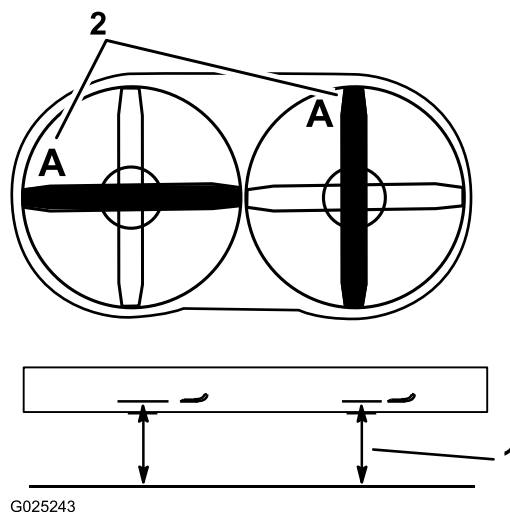

Figure 62
3. Faites tourner une lame, comme montré à la Figure 62.
4. Mesurez la distance entre la surface plane et le tranchant à la position A de la lame (Figure 62). Notez cette valeur.